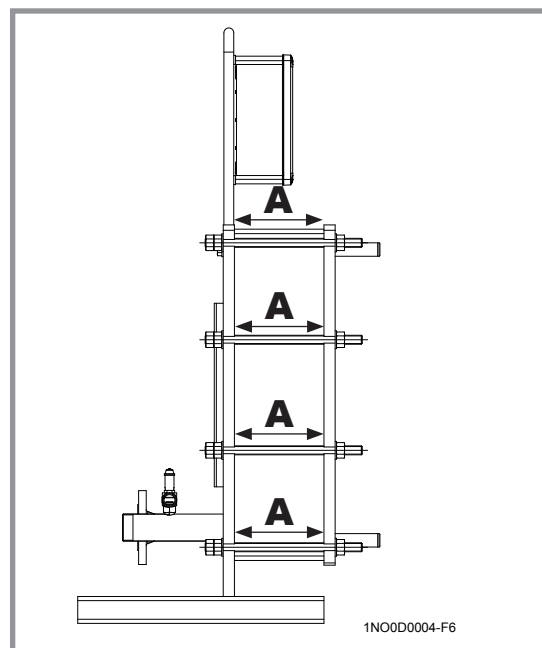

figure 26 - Vue échangeur sur longueur
- Nous conseillons de prendre la cote de serrage avant le démontage (voir fig. 26).